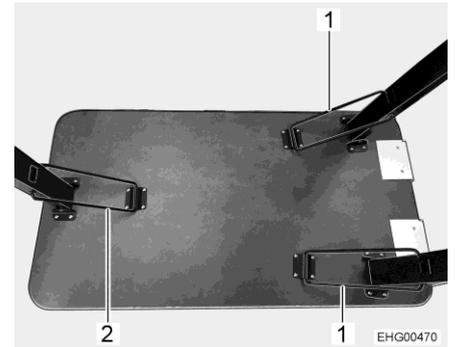

Fig. 13 Table (pieds de table dépliés)
- Bloquer le pied de table avec un étrier (Fig. 13,2).
- Bloquer chacun des 3 pieds de table avec un étrier (Fig. 13,1 et Fig. 13,2).